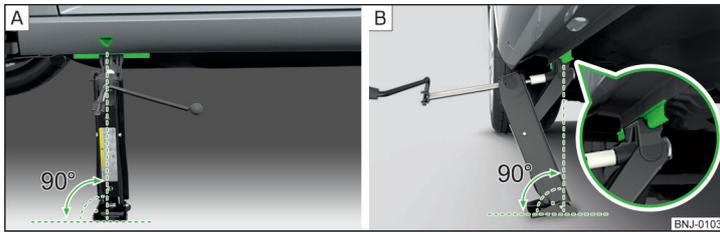

Abb. 186 Wagenheber ansetzen
- ▶ Die Grundplatte des Wagenhebers mit der gesamten Fläche auf einem geraden Untergrund stellen, sodass sich der Heber in senkrechter Position zum Aufnahmesteg befindet » **Abb. 186 - A**.
- ▶ Den Wagenheber mit der Kurbel so weit hoch drehen, bis die Klaue des Hebers den Steg umfasst » **Abb. 186 - B**.